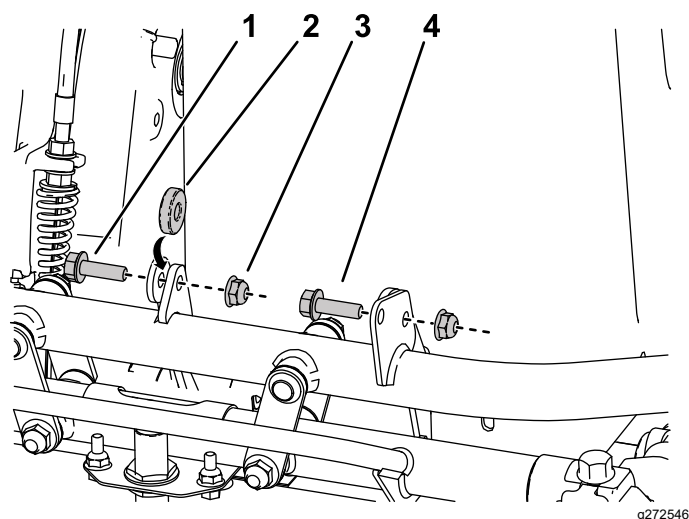

Figure 10
- Placez l'avant du socle de la batterie neuve sur le cadre et installez les fixations, comme montré à la Figure 10.